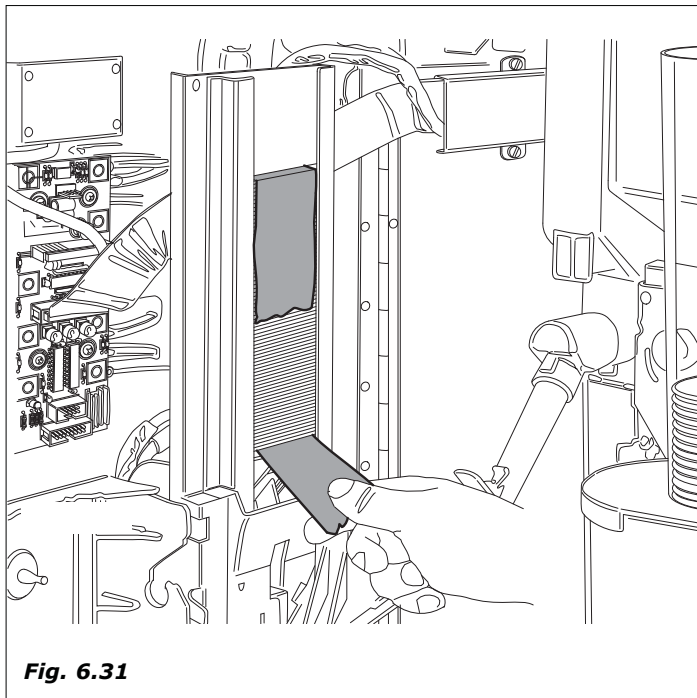

Fig. 6.31
- Insérez les palettes avec leur bandes d'emballage dans la colonne et uniquement après qu'elles soient positionnées, ôtez la bande d'emballage (figure 6.31).